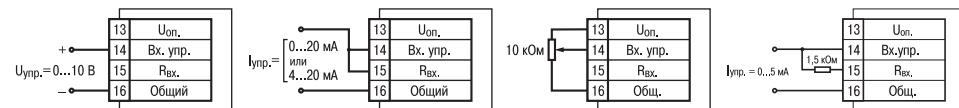

Рис. 8
3.3. Для управления прибором может быть применен унифицированный токовый сигнал 0(4)...20 mA, 0...5 mA, унифицированное напряжение 0...10 В или ручная регулировка при помощи внешнего переменного резистора (рис. 8).